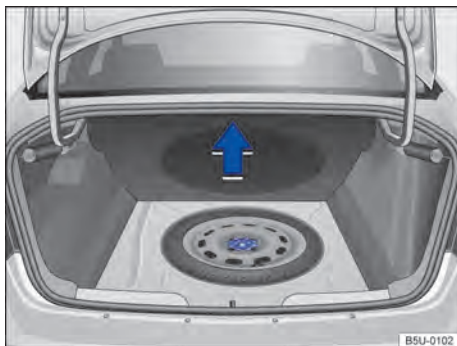

Fig. 159 No compartimento de bagagem, sob o revestimento de assoalho: roda de emergência e ferramentas de bordo.
As ferramentas de bordo e a roda de emergência estão localizadas no compartimento de bagagem, sob o revestimento do assoalho → **Fig. 159**.
- Levantar o revestimento do compartimento de bagagem → Fig. 159. Para veículos com porta-objetos no compartimento de bagagem, é necessário remover primeiramente a tampa do porta-objetos para acessar a roda de emergência → Página 94.